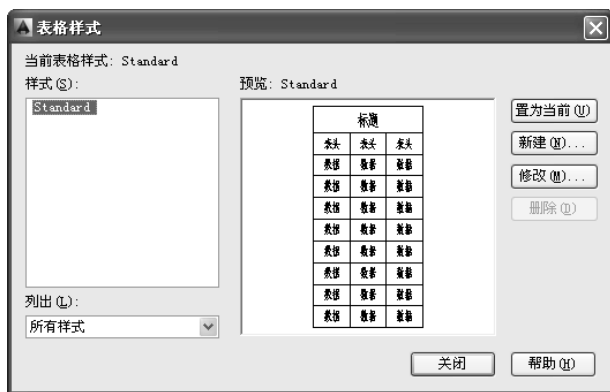

图 6-27 “表格样式”对话框
(1) 在功能区单击“默认”选项卡下“注释”面板中的“表格样式”按钮，弹出“表格样式”对话框，如图 6-27 所示。
执行上述命令后, 弹出如图 6-27 所示的“表格样式”对话框, 在该对话框中可以新建表格样式或者修改、删除已有的表格样式, 默认表格样式为“Standard”。